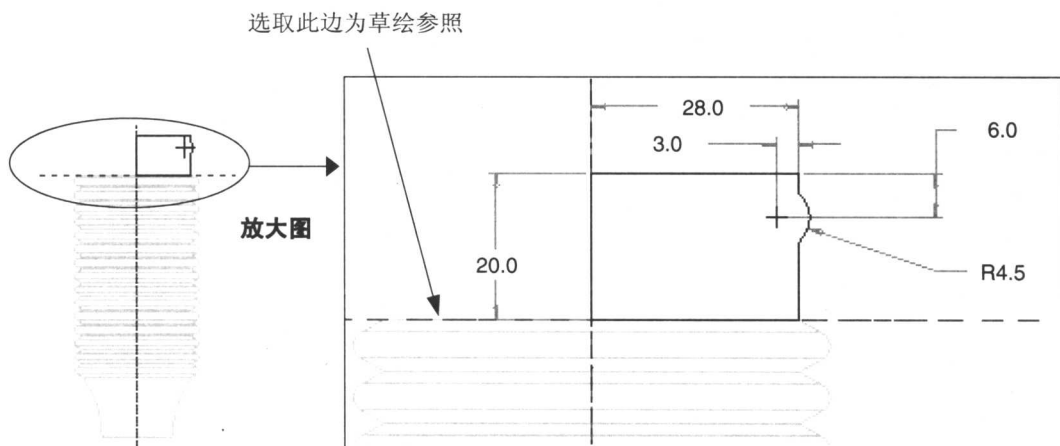

图 1.12 截面图形
(3) 创建特征截面。首先接受系统默认的参照，另外再选取如图 1.12 所示的边线为草绘参照，然后绘制如图 1.12 所示的特征截面(要绘制中心线)，完成后单击草绘完成按钮 。